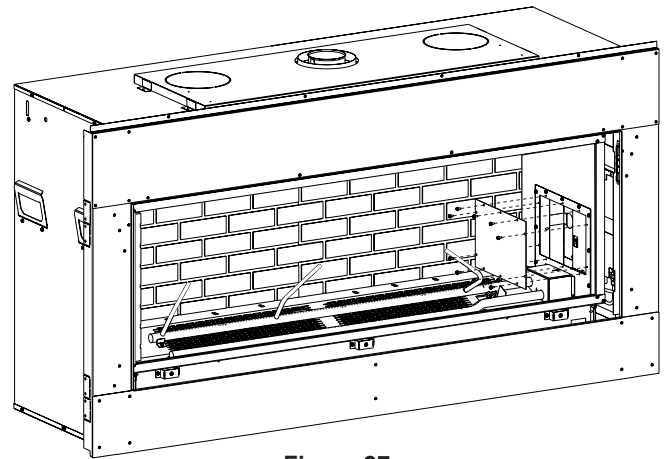

Figure 27
4. Retirez le panneau d'accès. **Voir la Figure 27.**